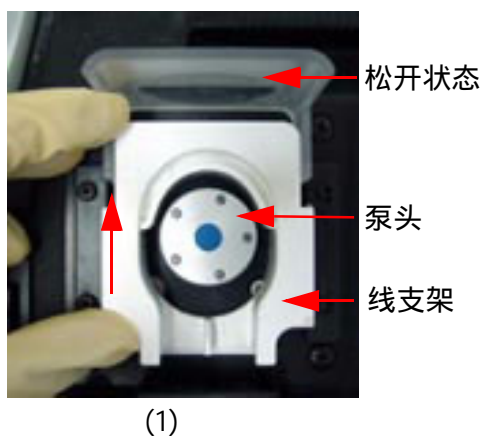

Fig. 23
- 向上推开线支架（白色塑料部分）（图 23/1）。
- 沿转轮相应放好泵管（图23/2）。
- 关闭透明塑料盖。泵管架会压入相应座内（图23/3）。